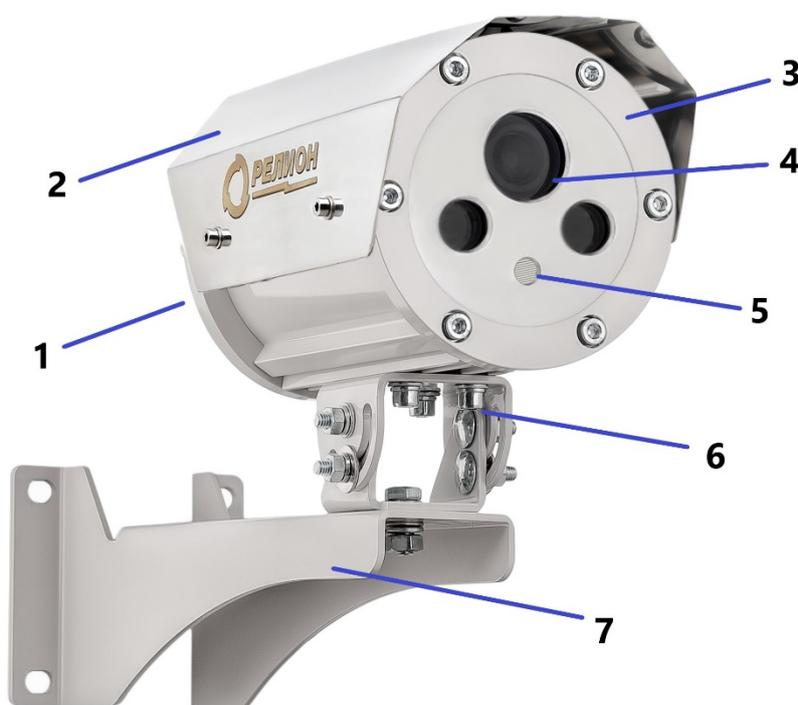

Рисунок 1 – Внешний вид видеокамеры
- Открутить болт и отсоединить от видеокамеры крепежно-юстировочное устройство (7), рис. 1;
- Закрепить крепежно-юстировочное устройство (7) на установленное проектом место;
- Открутить фиксирующие винты и отделить заднюю крышку (1) от корпуса видеокамеры. Отделять заднюю крышку осторожно, чтобы не повредить провода от видеомодуля. При повреждении провода, видеокамеру необходимо вернуть по адресу, указанному в п.4.
- Установить видеокамеру на крепежно-юстировочное устройство (7), включить монитор, нацелить камеру на контролируруемую зону и зафиксировать винтом (6), рис. 1;